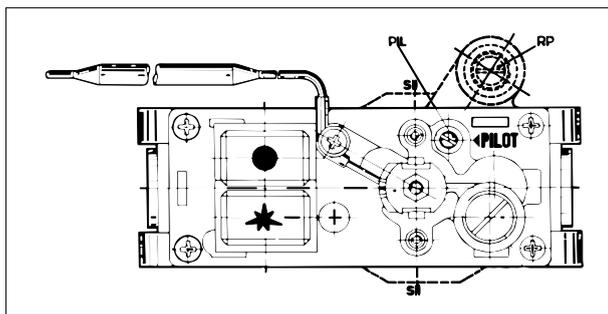

Figura 3
3. Ajustar la presión de boquilla o respectivamente la cantidad de gas de acuerdo con las tablas de ajuste de gas de la página 10 accionando el tornillo de ajuste principal de gas (figura 3, posición RP). Si se gira hacia la derecha aumenta la presión de boquilla o respectivamente la cantidad de gas. El ajuste se realizará después de un tiempo mínimo de funcionamiento de 10 minutos.